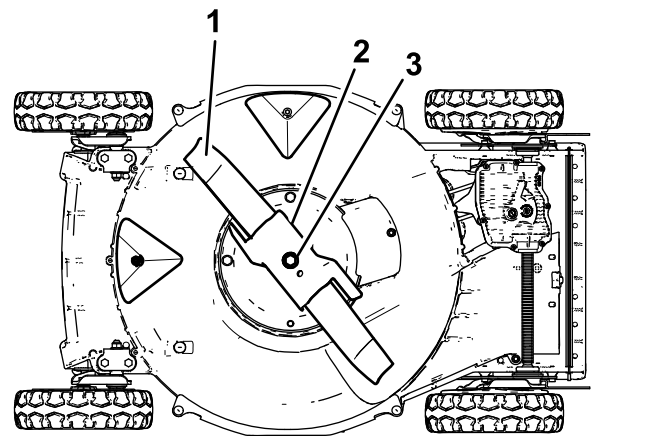

Figure 26
- Basculiez la machine sur le côté **droit** (filtre à air en haut), comme montré à la Figure 26.